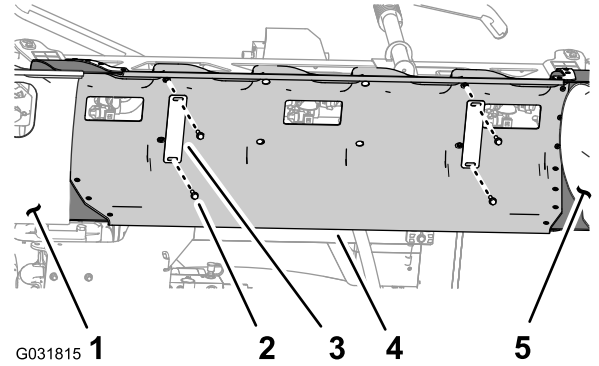

图25
- 1. 在支撑住中间喷洒臂段护罩11喷嘴的同时拆下将其固定到护罩支撑托架上的4个凸缘头螺栓5/16 x 1-1/4英寸和2个护罩箍带图25。